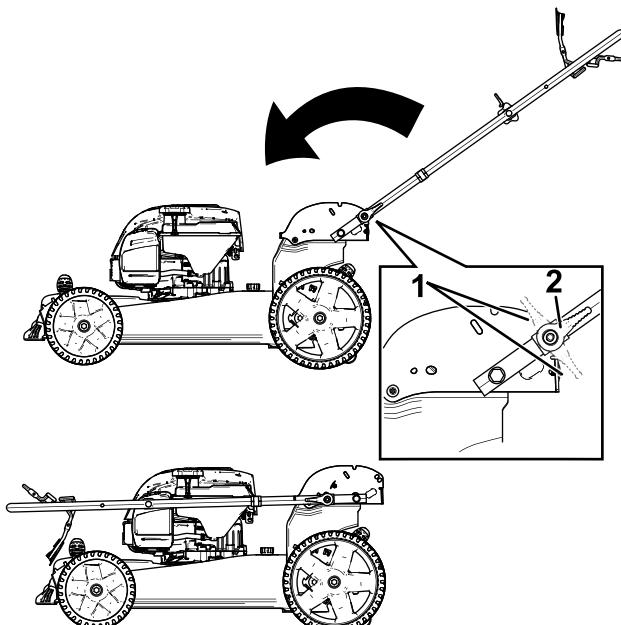

図 22
3. ハンドルロックを解除する図 22。
4. ハンドルを前方に一杯に折りたたむ図 22。